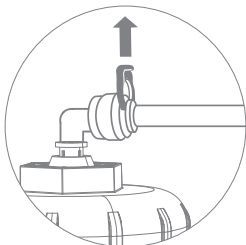

Рис. 19
3. Удалите стопорную клипсу, удерживая цанговое кольцо прижатым к основанию фитинга (рис. 19), аккуратно извлеките пластиковую трубку из посадочного места.